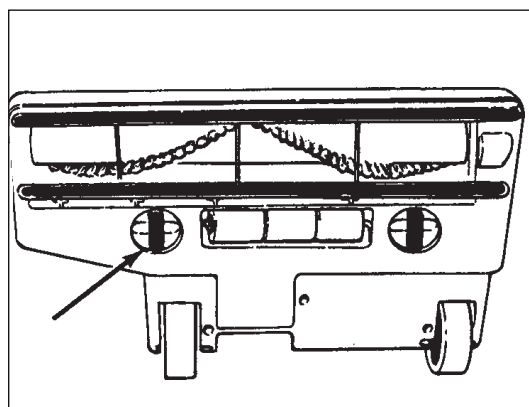

Figura 22
2. Gire las perillas que aseguran la placa de la boquilla. Consulte la figura 22.